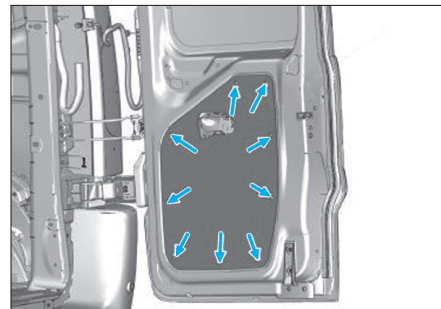

Fig. 54
- Dégrafer le panneau de porte (Fig.54).